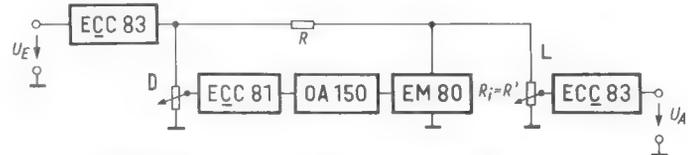

Bild 3. Blockschaltung der vorgeschlagenen Regelung
*Bild 3* zeigt die Blockschaltung des Gerätes. Die an der Anode des ersten Triodensystems EC(C) 83 auftretende Spannung gelangt über eine Spannungsteilerschaltung, die aus dem ohmschen Widerstand  $R$  und dem Innenwiderstand der Röhre EM 80 besteht, zur Lautstärkeinsteller L und von dort zu einer als Anodenbasistufe geschalteten Triode E(C)C 83. Die Regelspannung